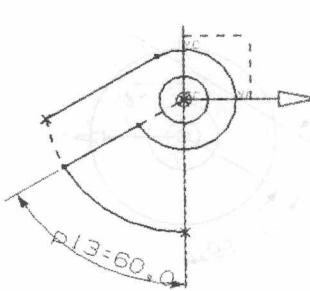

图 1-23 修剪结果
(5) 使用“快速修剪”命令，修剪曲线，结果如图 1-23 所示。